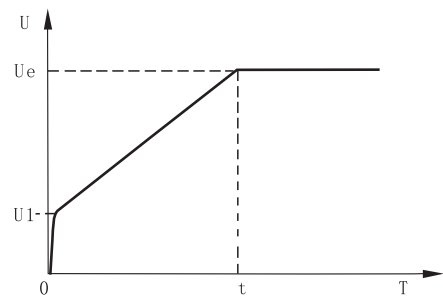

图6-2
- ① 代码F9设为1（电压）时为电压起动模式。图6-2给出了电压斜坡起动的输出电压波形。其中UI为起动时的起始电压值，当电机起动时，在电机电流不超过额定值400%的范围内，软起动器的输出电压迅速上升至UI，然后输出电压按所设定的起动参数逐渐上升，电动机随着电压的上升不断平稳加速，当电压达到额定电压Ue时，电机达到额定转速，起动过程完成。
- ② 起动时间：T时根据标准负载，在标准试验条件下所得的控制参数，RPR6000系列软起动器以此参数为基准，通过控制输出电压使电机平稳加速以完成起动过程，并非机械的控制时间T而不论电机加速是否平稳，鉴于此，在负载较轻时，起动时间往往小于设定的启动时间，只要能顺利起动则属正常。一般而言，电压斜坡起动模式适用于对起动电流要求不严而对起动平稳性要求较高的场合。